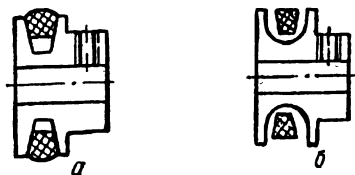

Рис. 74. Конфигурация ручья на шкиве электромотора швейной машины:
4. Неравномерное вращение маховика — ремень со временем вытягивается и ослабляется, шкив неправильной конфигурации также не будет работать нормально. Ремень на шкиве должен лежать на конусных бортах, а между ним и дном ручья должен быть зазор не менее 2 мм (рис. 74). В первом случае будет проскальзывание ремня на шкиве электродвигателя. Ремень будет сильно нагреваться, расслаиваться и скоро выйдет из строя